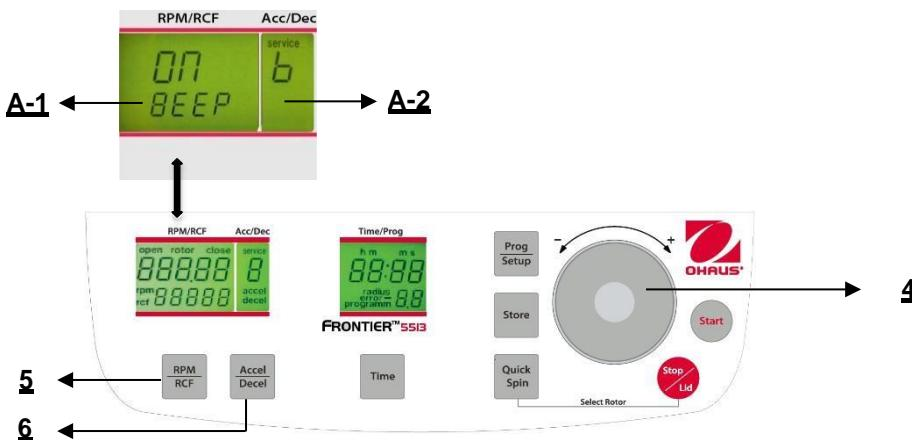

Abbildung. 30
Fahren Sie fort wie unter Punkt 4.1.2 beschrieben, um in den Programmmodus einzutreten und drücken Sie dann die Taste "Accel/Decel"(6). Auf der Anzeige blinkt "Acc/Dec" (A-2) das Wort "Service". Wählen Sie nun den Buchstaben "L" mit Hilfe des Anpassungs Wählachscheibe (4). Als Ergebnis erscheinen die Worte "On Sound" auf der Anzeige "RPM/RCF" (A-1). Wenn Sie die Taste "RPM/RCF" (A-1) nun drücken, blinkt das Wort "On" und Sie können den Ton mit dem Anpassungs Wählachscheibe (4) umschalten (siehe Abbildung 30).
Fahren Sie fort wie unter Punkt 4.1.2 beschrieben, um in den Programmmodus einzutreten und drücken Sie dann die Taste "Accel/Decel"(6). Auf der Anzeige "Acc/Dec" (A-2) blinkt das Wort "Service". Wählen Sie nun den Buchstaben "B" mit Hilfe des Anpassungs Wählrades (4). Als Ergebnis erscheinen auf der Anzeige "RPM/RCF" (A-1) die Worte "ON/BEEP". Nach dem Drücken der Taste "RPM/RCF" (5) können Sie das Tastaturgeräusch mit dem Anpassungs Wählrade (4) ein- (On) oder ausschalten (Off). (Siehe Abbildung 30).